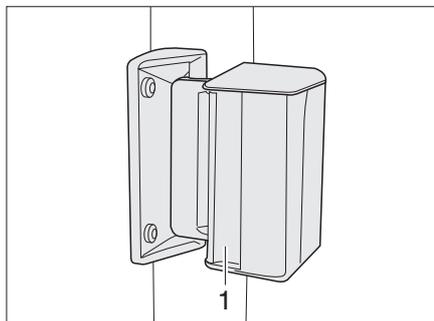

Bild 50 Schiebefenster
- Griff (Bild 50,1) drücken und gleichzeitig nach vorn oder hinten schieben oder ziehen.